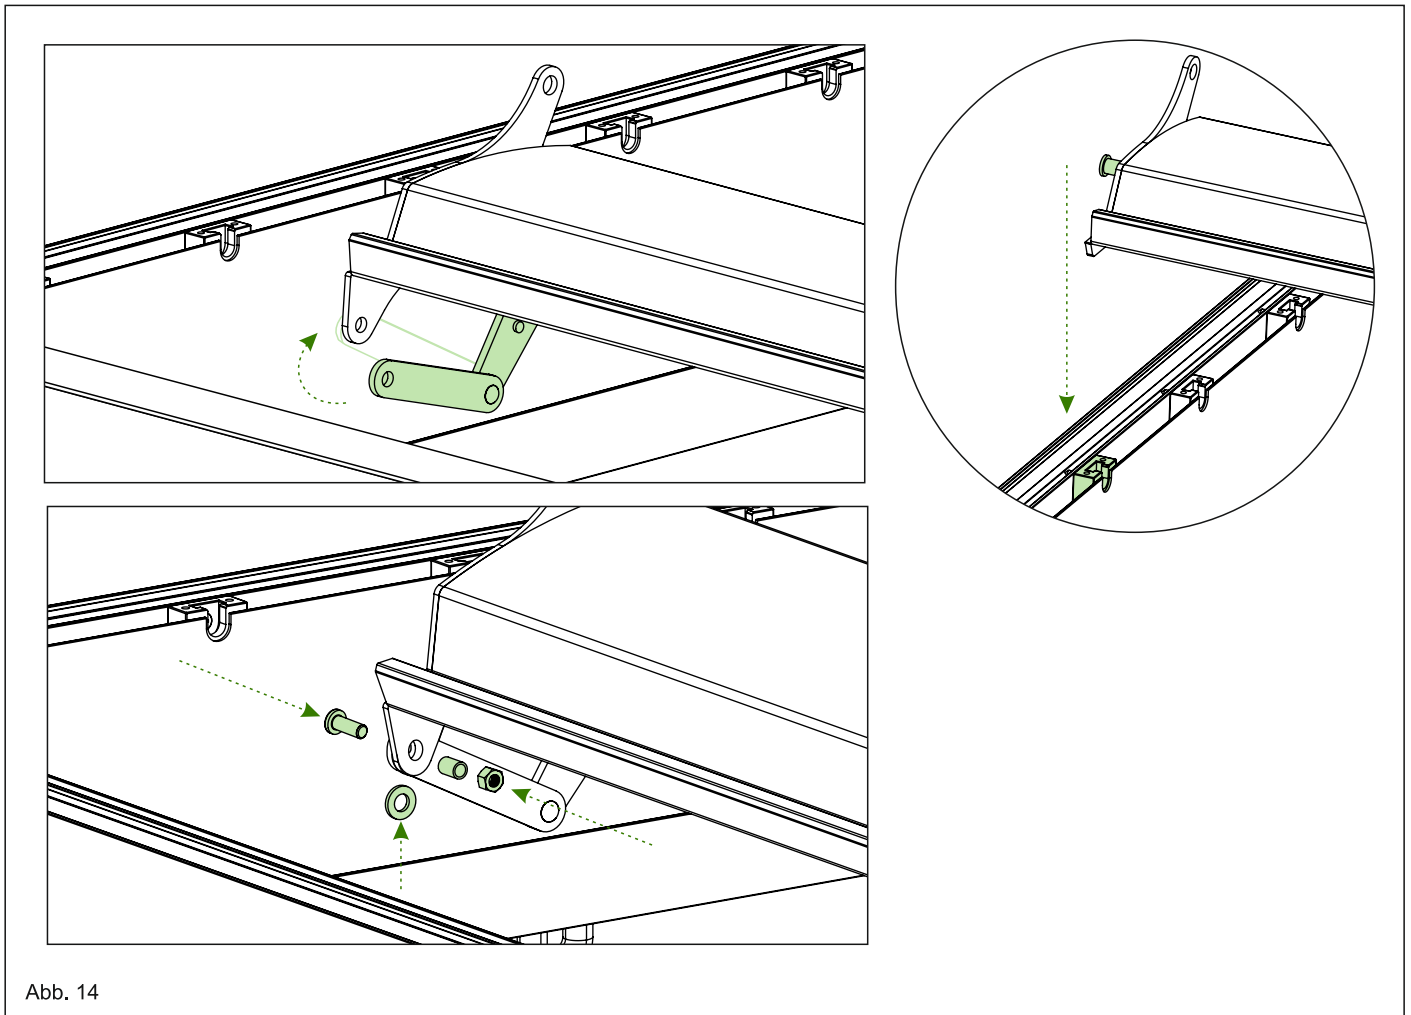

Abb. 14
6.4. Setzen Sie die Steuerungslamelle in den dafür vorbestimmten Kunststoffsockel ein. Schrauben Sie als nächste die Lamelle an das Verbindungsstück, verwenden Sie hierbei die M 6x16 Linsenkopfschraube, Unterlegscheibe, Edelstahlring und Sicherungsmutter, um die Handkurbel und die Lamelle zu verbinden. Siehe Abb.14.